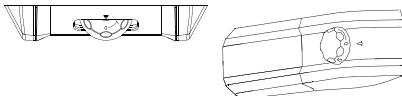

Fig.13
- Ruotare la manopola sulla posizione "0". (fig.13)